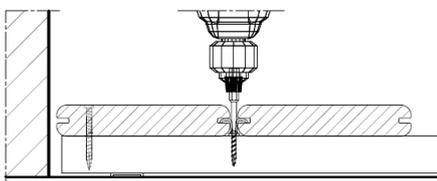

Figura 2
5. La lama está colocada. Atornillar los clips COBRA® entre las lamas con la boquilla incluida. No ejercer un par de apriete elevado (el embrague del destornillador eléctrico debe estar ajustado al mínimo) (**Figura 2**). Golpear la lama con un mazo para apretar los clips a la lama anterior (**Figura 3**). Repetir la operación lama a lama.